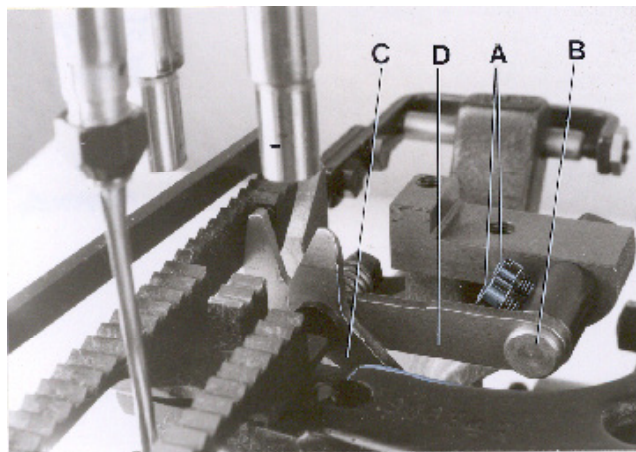

Fig. 18
Remove presser foot, throat plate and cloth plate. Swing-off the end cover. Turn pulley until the feed dog is in its extreme front position. Loosen screws (A, Fig. 18) and pull the chain cutter with stud (B) to the front and take it out of the machine.
Assemble the new chain cutter. Insert the hole on knife pilot (C, Fig. 18) down on the pin in the knee lever. Insert stud (B) in the hole on knife pilot (D) and tighten screws (A) on the flat of the stud. Check if the cutting edges overlap approx. 0.3 mm (.012").
Die Messer der Kettenschere können nicht einzeln ausgetauscht werden, es muß immer die komplette Schere Teil Nr. 80677R ausgewechselt werden. Entfernen Sie den Drückerfuß, Stichplatte und Stoffplatte. Klappen Sie das Abschlußblech weg. Drehen Sie an der Riemenscheibe, bis der Transporteur in seiner vordersten Stellung ist. Lösen Sie die Schrauben (A, Fig. 18), ziehen Sie die Kettenschere mit dem Bolzen (B) nach vorne und nehmen Sie sie nach oben aus der Maschine.
Montieren Sie die neue Schere. Hängen Sie die Bohrung im Messerschapel (C, Fig. 18) unten am Stift im Messerhebel ein. Stecken Sie den Bolzen (B) durch die Bohrung am Messerschapel (D) und ziehen Sie die Schrauben (A) auf der Fläche des Bolzens an. Prüfen Sie ob die Messerschneiden der neuen Kettenschere etwa 0,3 mm überlappen.